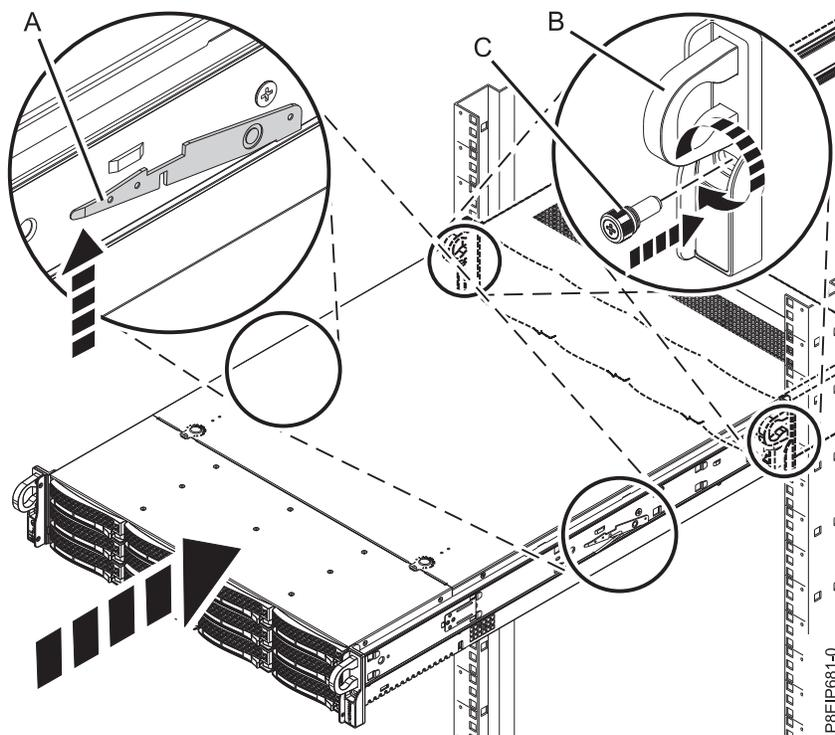

Figure 76. Mise en position de fonctionnement du système
4. Libérez les loquets de sécurité des glissières (A) en les soulevant, comme illustré dans la figure 76, à la page 113, puis insérez le système complètement dans l'armoire.